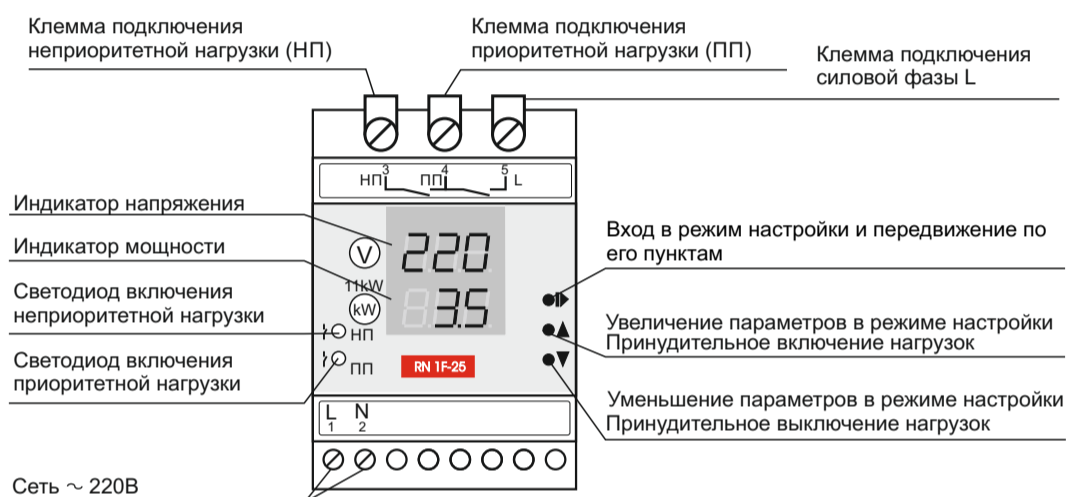

Рис. 1. Устройство прибора
7.1. Изделие имеет два светодиодных дисплея, отображающие (рис.1):